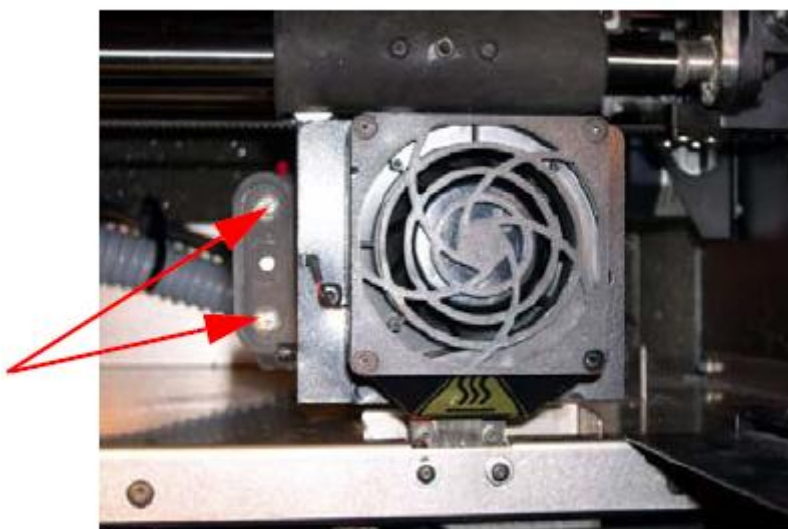

Figura 20: Localização dos Parafusos (2) da Cabeça Giratória
2. Com a chave Philips, fornecida no Startup Kit, libere os dois parafusos que fixam a montagem da cabeça (veja Figura 20)- os parafusos requerem somente ¼ de volta para serem liberados. Abra, girando, a metade frontal da cabeça.